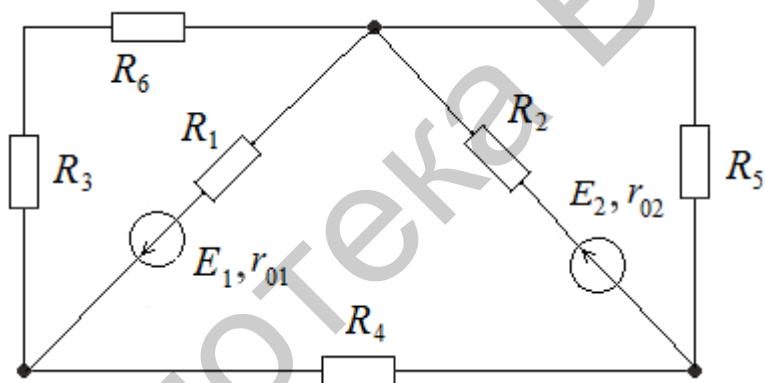

Рис. 111
44. Методом наложения определить все токи для электрической цепи (рис. 111), если $E_1 = 20$ В; $E_2 = 30$ В; $R_1 = 64$ Ом; $R_2 = 45$ Ом; $R_3 = 30$ Ом; $R_4 = 25$ Ом; $R_5 = 50$ Ом; $R_6 = 15$ Ом; $r_{01} = 1$ Ом; $r_{02} = 2$ Ом.